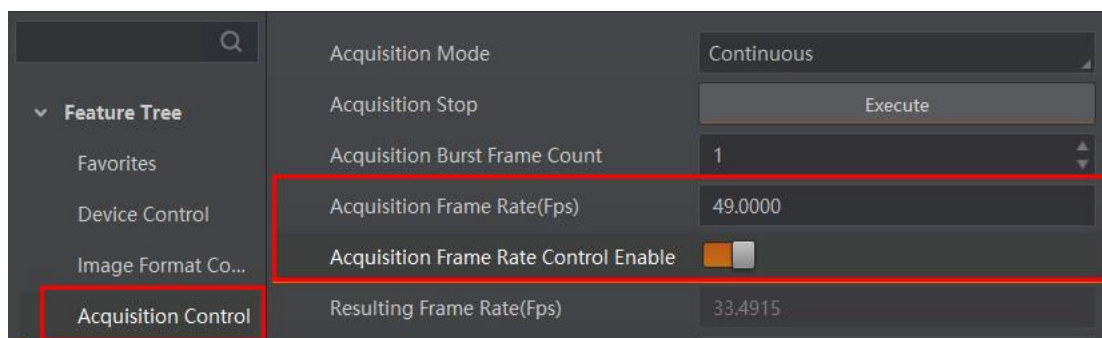

图10-1 帧率设置
2. 启用 *Acquisition Frame Rate Control Enable* 参数，如图10-1所示。